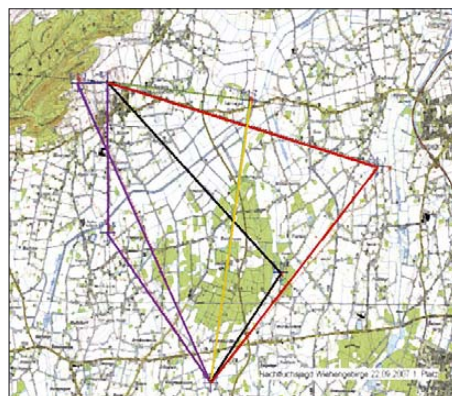

Bild 5: Vektorenplot der Peillinien
- Übergabe der Peilungen an ein spezielles Vektor-Zeichenprogramm, welches die Peillinien in die Top-50-Karte als Overlay einzeichnet, siehe Bild 5.